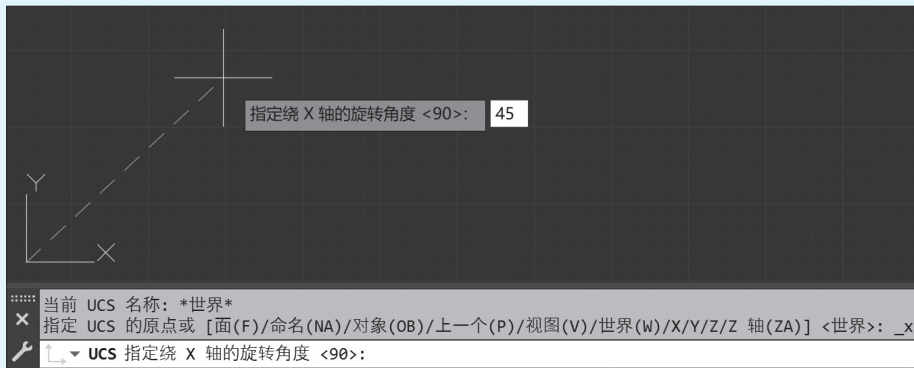

图 1-20 输入旋转角度
(2) 输入绕 X 轴旋转的角度，这里输入 45（见图 1-20），表示绕 X 轴旋转 45°，之后按 Enter 键，用户坐标系就绕 X 轴旋转了 45°。